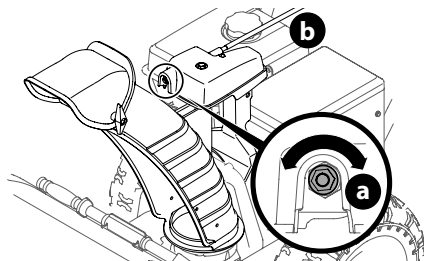

Figure 44
1. Pour augmenter la tension, serrez l'écrou hexagonal (a) en le tournant vers la droite à des intervalles d'un quart de tour. Tenez la tige de la commande de goulotte sans la bouger pendant que vous serrez l'écrou. Voir (Figure 44).